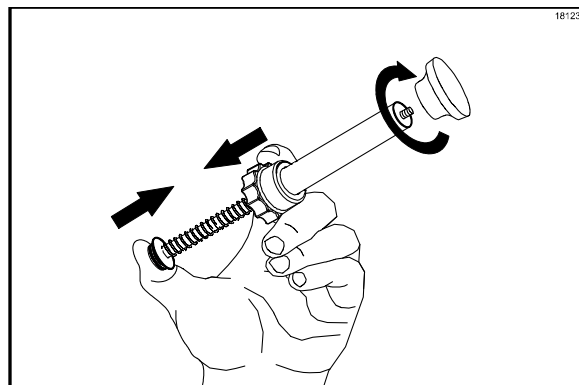

Рисунок 92
7. Удерживая гайку нажмите на конец плунжера, чтобы сжать пружину, пока конец стержня с резьбой не выйдет через отверстие на плунжерной трубке. Установите головку на конец узла плунжера с резьбой и затяните головку поворачивая ее по часовой стрелке. (См. рис. 92)